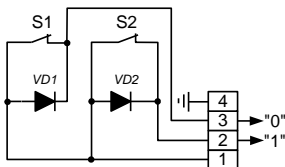

Рис. 2: Схема соединений манометра с сигнализатором типа МС-3-...
2.2 Адаптер п. 1.1.2 осуществляет согласование выходных цепей прибора п. 1.1.1 с входными цепями сигнализатора МС-3-... (преобразует трехпроводный выход прибора п. 1.1.1 в двухпроводный путем шунтирования контактов диодами VD1, VD2 – см. рис.2).
8.1 Комплект применяется совместно с сигнализатором типа МС-3 (изготовитель ООО НПП «СЕНСОР») (см. рис. 2) На комплект подается ограниченное до искробезопасных значений напряжение чередующейся полярности. Сигнализатор типа МС-3-... определяет состояние выхода комплекта (контактов S1, S2) по двум проводам и реагирует подачей светового, звукового сигнала и переключением контактов реле.
Манометр имеет стрелочный указатель давления, размыкающие контакты S1, S2 и диоды VD1, VD2 (рис. 2). При размыкании контактов S1, S2 изменяется проводимость выходной цепи манометра: